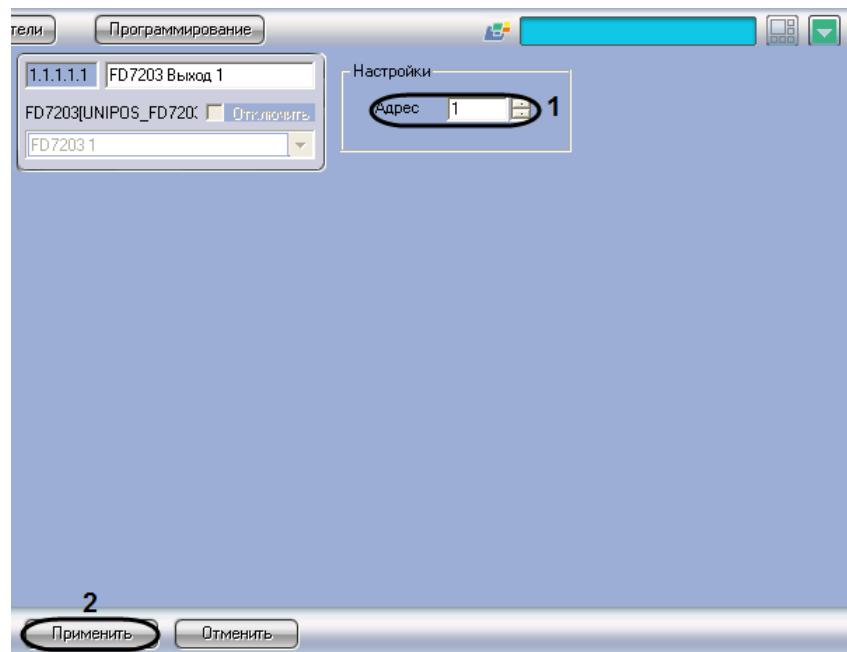

Рис. 3.6-7 Настройка выходов адресного модуля FD7203
1. Перейти на панель настройки объекта **FD7203 Выход** (Рис. 3.6-7).
2. В поле со списком **Адрес** ввести адрес выхода модуля *FD7203* (см. Рис. 3.6-7, 1).
3. Для сохранения настроек во внутренней базе данных ПК *Интеллект* нажать кнопку **Применить** (см. Рис. 3.6-7, 2).